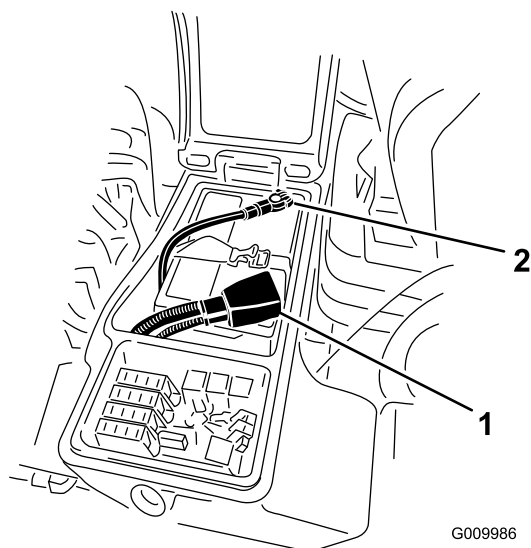

Figura 42
5. Collegate il cavo positivo (rosso) al terminale positivo (+) e il cavo negativo (nero) al terminale negativo (-) della batteria (Figura 42).